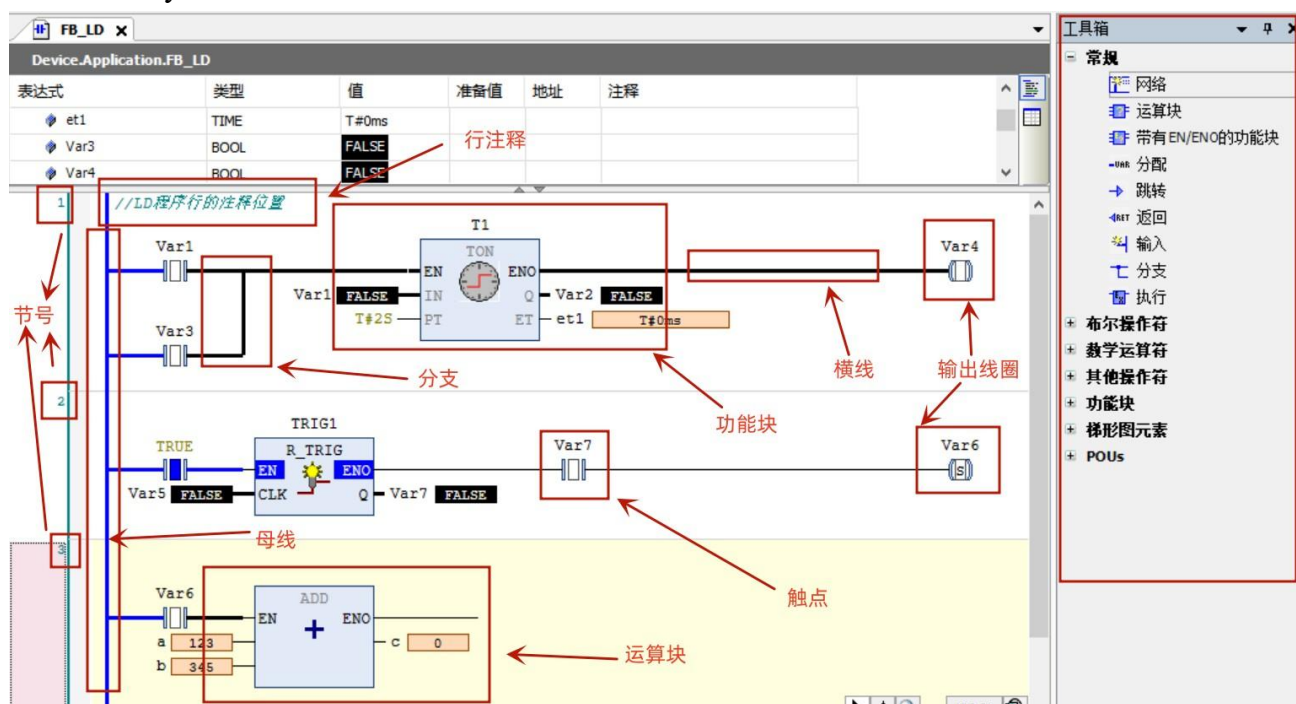
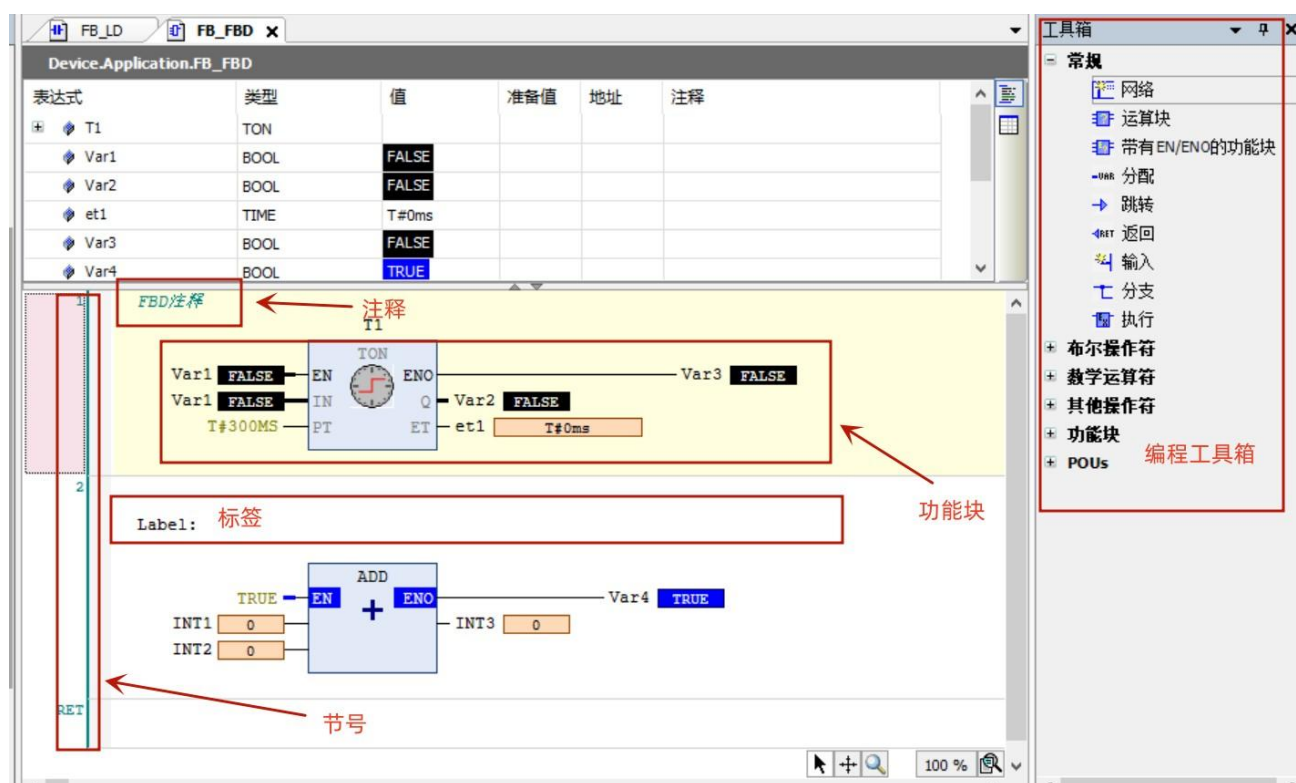

图 9.1-1：梯形图编程界面
图 9.1-2：功能块图编程界面
CoDeSys 中的 LD 编程界面如下图 9.1-1 所示：
1. 母线：梯形图电源轨线（Power Rail）的图形元素亦称为母线。其图形表示是位于梯形图左侧，也可称其为左电源母线。如图 9.1-1 所示。在梯形图编程中，母线侧一直“导通”。
节是 LD 和 FBD 的基本实体，在 LD/FBD 编辑器中，节是数值顺序安排的。每个节在左侧开始有一个节编号，并有一个由逻辑或算数表达式，程序，函数，功能块调用，跳转或返回指令组成的结构，见图 9.1-1 和图 9.1-2 图。